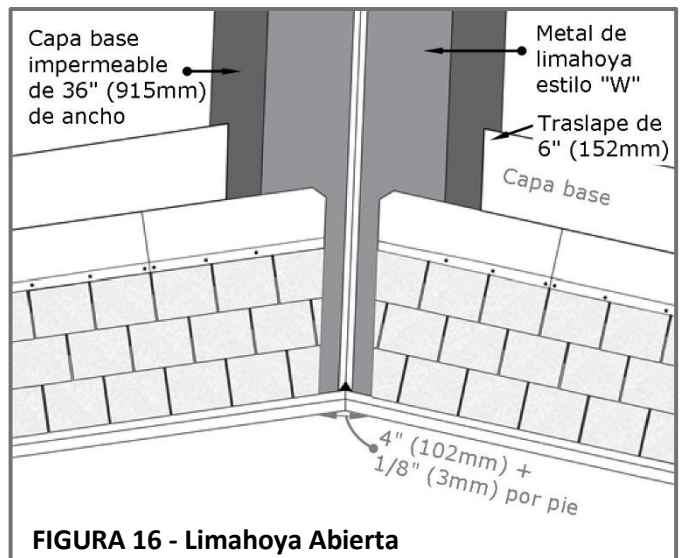

FIGURA 16 - Limahoya Abierta
- Recorte las tejas siguiendo la línea de tiza. Vea la **Figura 16**.